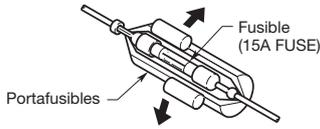

Figura 5
- Para cambiar el fusible, extraiga el fusible antiguo del cable de alimentación e introduzca el nuevo. (Figura 5)